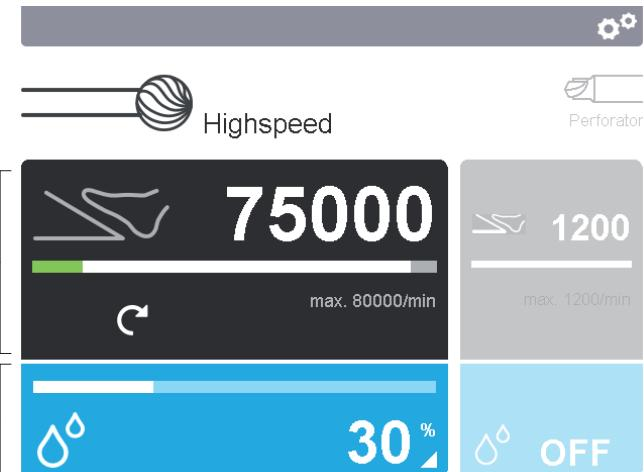

Fig. 5 Activarea câmpurilor de operare
- Modificarea parametrilor de setare ai componentei aplicate: Acționați câmpul de operare al componentei aplicate b de pe ecranul 2, vezi Fig. 5.